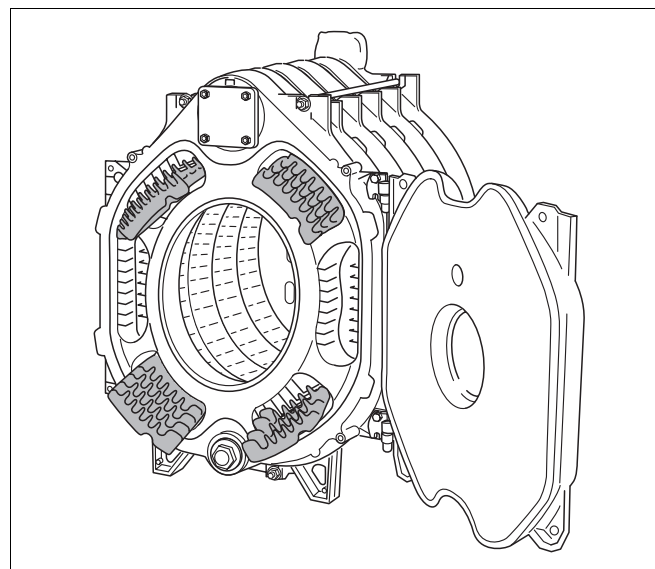

Bild 27 Heizgaslenkplatten
- Heizgaslenkplatten aus der Beschlagteilkiste entnehmen und entsprechend der **aufgegossenen Beschriftung** in die Heizgaszüge einlegen (siehe dazu Bild 27 und die folgende Tabelle).